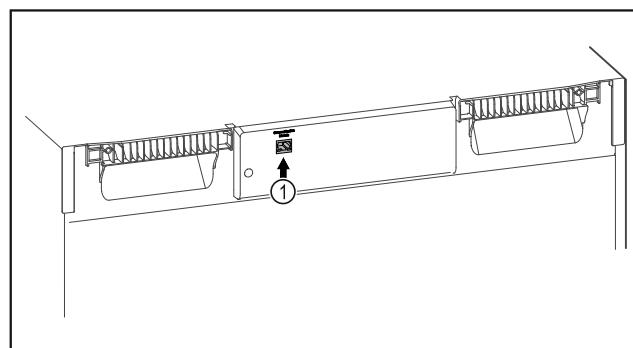

Fig. 100
- Le SmartModule Fig. 100 (1) est en place.